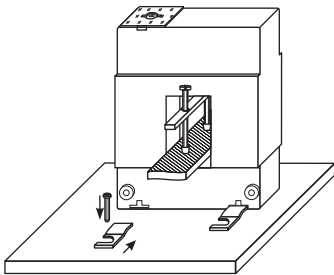

Рисунок 4
- зафиксируйте трансформатор на шине при помощи монтажных винтов, пластиковых колпачков и гаек, как на рисунке 3 (для ТРП-23 используйте монтажную пластину, рисунок 4).